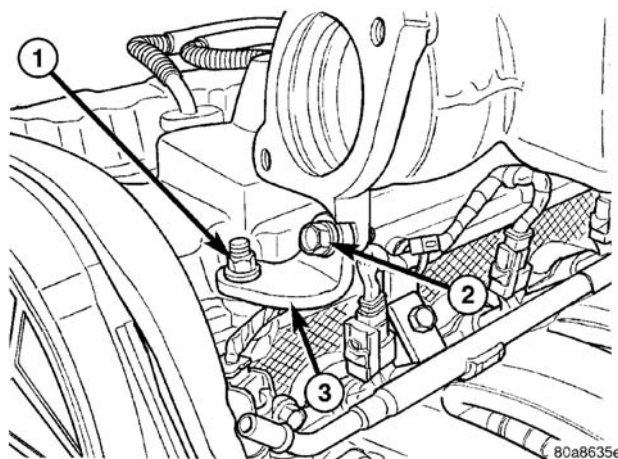

图 107 上进气歧管支撑支架
- (8) 卸下在上进气歧管接头的用于动力制动助力器、LDP、EGR 传感器和速度控制真空罐 (若配备) 的真空管路。
- (9) 从节气门杆和支架上断开节气门，速度控制 (若配备) 和变速桥控制 (仅指配备了 31TH 的车辆) 电缆。(参见 14-燃油系统/燃油喷嘴/节气门控制电缆-拆卸)
- (10) 卸下 EGR 管。(参见 25-废气排放控制/废气再循环/管-拆卸)
- (11) 卸下至歧管的上歧管支撑支架螺栓 (图 107)。
（5）将进气歧管中的上螺栓安装至前支撑支架（图 107）。拧紧至 $28\text{N} \cdot \text{m}(250\text{in.lbs.})$ 的扭矩。